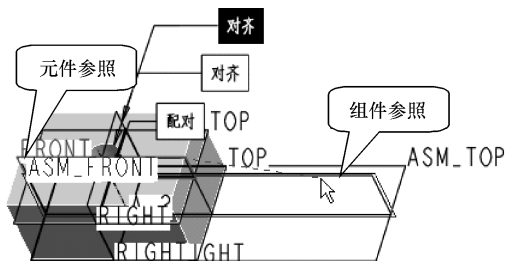

图9-46 设置第3个约束
(6) 注意到此时状态区显示为“完全约束”，且【允许假设】复选框被选中，表示第2个零件被假设为完全约束，但是最好使用第3个约束使其完全约束，而不使用允许假设。
(7) 在【放置】下滑面板的【集】列表中单击【新建约束】，【集】列表中弹出第3个约束，在【约束类型】下拉列表框中选择【对齐】选项。
(8) 分别选择“jian2”的“FRONT”基准面和装配体的“ASM_FRONT”基准面作为参照，如图9-46所示。